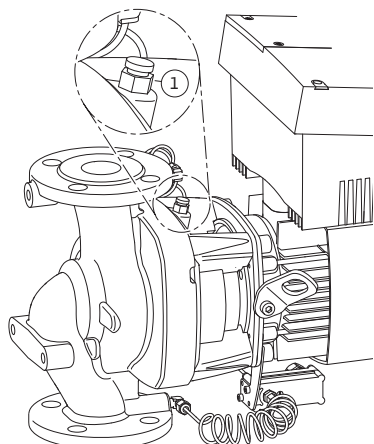

Fig. 48: Soupape d'échappement
- 6 Mettre la pompe hors pression en ouvrant la soupape d'échappement (Fig. 48, pos. 1).